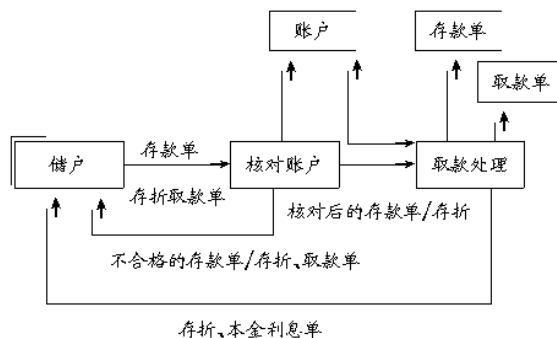

图 4-1 银行取款过程的数据流程图
- 第一个符号是外部实体。用矩形框外加两条线表示管理信息系统之外的跟它有信息联系的部门和人都称为外部实体。外部实体与系统的联系主要是通过信息之间的交流来进行。图 4-1 中的储户就是外部实体。
- 第二个符号是处理功能。处理功能是指内部对信息要进行哪些处理，处理功能用矩形来表示，就像图 4-1 中的核对账户、取款处理都是银行内部进行的处理，这就叫做处理功能。
- 第四个符号是数据存储。数据存储就是一个矩形少一条线，像个账本一样，数据存储就像图 4-1 中的账户或者是存款单。